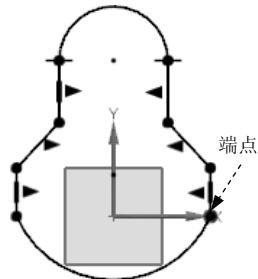

图 5.11.4 定义约束对象
- (3) 单击“几何约束”按钮 。系统弹出“几何约束”对话框，单击“点在曲线上”按钮 ，选取图 5.11.4 所示的端点和水平轴线，则添加“点在曲线上”约束。